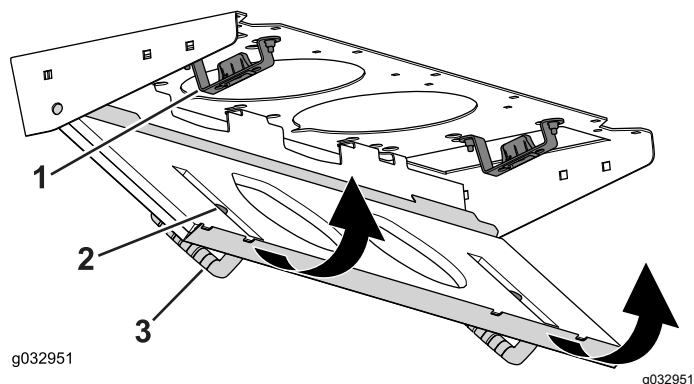

Figura 89
4. Ruotate lo schermo del filtro attorno alle alette fino a quando il fermo non si blocca nel gruppo del supporto del fermo (Figura 89).